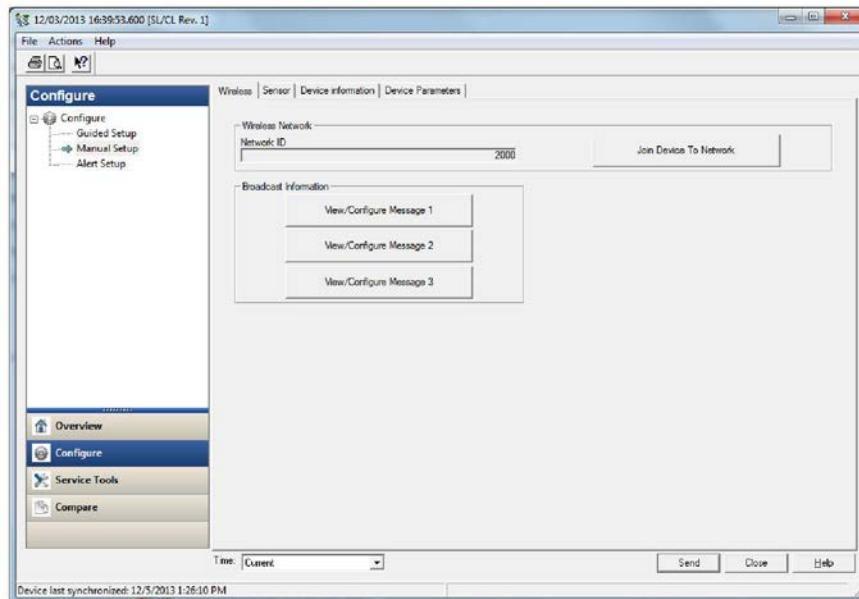

Рисунок 10. Настройка периода обновления данных в ПО AMS
- **Configure-> Manual Setup-> Wireless (Конфигурировать-> Ручная настройка-> Беспроводной)** (рисунок 10).